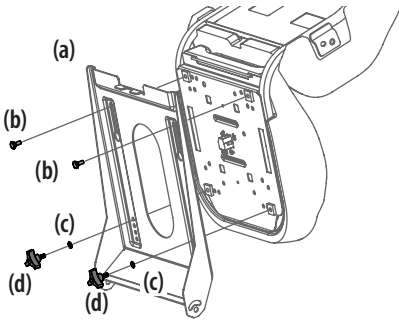

Figure 5
- a. Pour le bouton d'ajustement du siège : insérez les boulons (b) dans les trous arrière et la rondelle de blocage (c) et les boutons (d) dans les trous avant. Serrez solidement. Consultez la Figure 5.